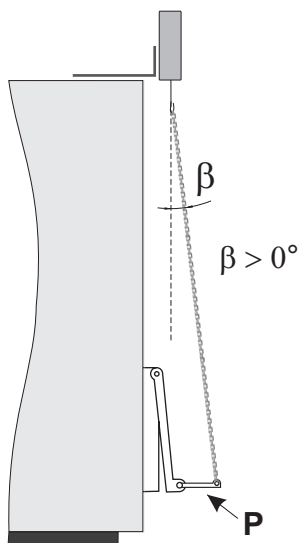

Fig. 5
Si l'angle  $\beta$  (Fig. 5) est trop aigu, cela peut augmenter la force nécessaire pour ouvrir le volet et, par conséquent, arrêter le fonctionnement du moteur du régulateur et afficher le message "Er". Pour éviter cela et permettre le bon fonctionnement du moteur du régulateur, il faut utiliser un levier supplémentaire "P" monté sur la porte de la chaudière. Ou déplacer le régulateur à l'extérieur de la chaudière.
- Vérifier angles  $\alpha$  et  $\beta$  entre la chaîne et la chaudière (voir Fig. 4 p. 6 et Fig. 5 p.7). S'ils s'écartent de ceux recommandés, cela peut entraîner une augmentation de la force nécessaire pour ouvrir le volet et l'apparition du symbole “EO” sur l'affichage. Il est conseillé d'extraire le régulateur en dehors des dimensions de la chaudière ou d'utiliser un levier supplémentaire pour la porte de la chaudière.